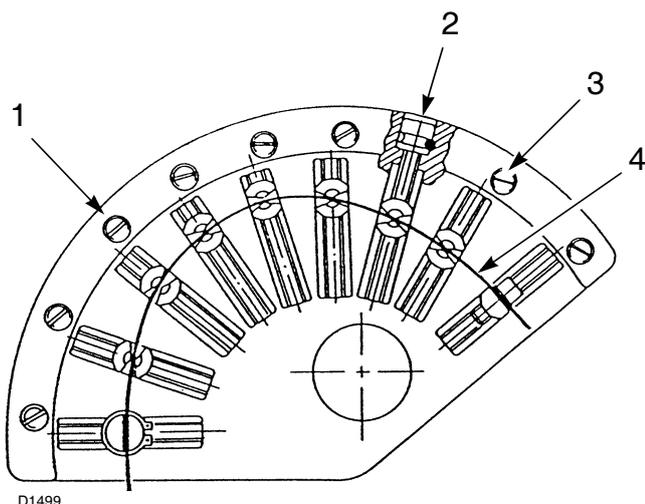

Fig. 31
转动螺丝 2) (图 .31), 逐渐调整凸轮 1) (图 .31) 的轮廓。
为了提高调节的可重复性，检查确认当凸轮外沿上轴承抛线 4) (图 . 31) 和调节螺丝 2) (图 . 31) 在同一水平线上时，凸轮停止旋转。
拧紧或拧松螺丝 2) (图 . 31) 增大或降低风量，以适应燃气量的变化。
一旦完成出力调整 (最大出力、最小出力和中间出力)，需要将带锁定螺丝 3) (图 . 31) 的风量调节螺丝 2) (图 . 31) 固定，以防止“空气 - 燃气”设定位置的移动。
图示 (图 . 31)
- B 空气调节凸轮：拧松螺丝 3) (图 . 31)，转动带螺纹的比调仪 2) (图 . 31)。
- C 燃气调节凸轮：拧松螺丝 3) (图 . 31)，调节设定螺丝 2) (图 . 31)。
- ▶ 通过使用螺丝 2) (图 .31) 调节可变轮廓凸轮，继续对风量进行设定。
- ▶ 当一切调整就绪，切记拧紧螺丝 3) (图 .31) 锁紧可变轮廓凸轮上的调节螺丝。